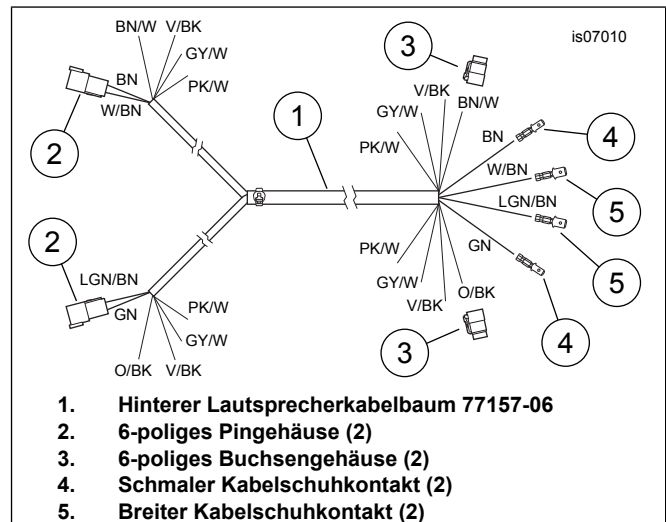
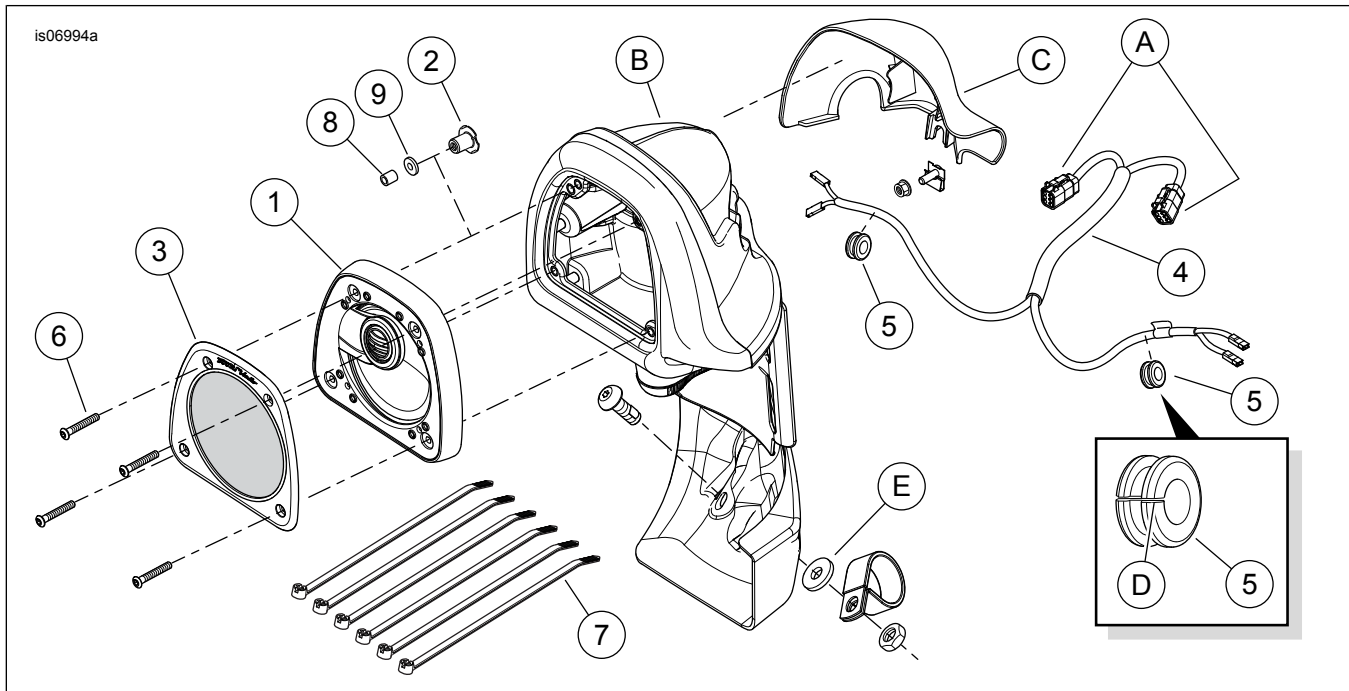

Abbildung 3. Kabelbaum, unterer Verkleidungslautsprecher zu heckmontiertem Verstärker
Abbildung 4. Ersatzteile, untere Boom! Audio Verkleidungslautsprecher
2. **Mit unteren Verkleidungen ausgestattete Modelle:** Siehe Abbildung 4. Die unteren Verkleidungen (B) gemäß den Anweisungen im Werkstatthandbuch ausbauen. Die Gummiunterlegscheibe (E) an der Verkleidungsunterseite entfernen.
6. An der Rückseite des Handschuhfachs vom Passflansch der unteren Verkleidungskappe (schattierte Fläche) horizontal 25 mm (1.0 in) (8) quer und vertikal 12 mm (0.5 in) (9) nach oben messen, und ein 9,5 mm (3/8 in) Loch (10) in die innere Seitenwand des Handschuhfachs bohren.
8. Siehe Abbildung 4. Den Kabelbaum für die untere Verkleidung (4) aus dem Satz bereit legen.
9. Die linke oder rechte untere Verkleidung bereit legen. Siehe Abbildung 4, Bildausschnitt. Eine der Tüllen (5) von der Außenkante zum Loch aufschlitzen (D) und die Tülle über den korrekten (linken oder rechten) Kabeln des Kabelbaumzweigs für die untere Verkleidung (4) ca. 100 mm (4.0 in) nach Anfang des Kabelkanals am Ende mit den zwei Buchsenkontakten anbringen.
2. **Zusammenfügen der Steckverbinder der unteren Verkleidungslautsprecher:** Siehe Abbildung 4. Die Kabelfarben in Hohlräumen 5 und 6 des 6-poligen Buchsengehäuses (A) am Kabelbaum für die untere Verkleidung (4) auf die Kabelfarben in den 6-poligen Pingehäusen [41A] und [42A] des Radiokabelbaums oder Nicht-Ultra-Überlagerungskabelbaums in Übereinstimmung bringen. Die Buchsengehäuse für den rechten und linken Lautsprecher an die korrekten Pingehäuse anschließen. **Radiokabelbaum OHNE vorderen Verstärker: Radiokabelbaum MIT vorderem Verstärker:** Die vier abgeschlossenen Kabel in den Verstärkerkabelbaum-Steckverbinder [149B] einsetzen. Auf die Anweisungen im Boom! Audio Verstärkersatz Bezug nehmen.
Siehe Abbildung 3. Es werden ein Kabelbaum für die hinteren Lautsprecher (Teil 1, Teile-Nr. 77157-06), zwei 4,8 mm (0.19 in) Kabelschuhkontakte (Teil 4, Teile-Nr. 72438-06), zwei 6,4 mm (0.25 in) Kabelschuhkontakte (Teil 5, Teile-Nr. 72446-06) und sechs Kabelbinder (Teile-Nr. 10006) benötigt.
8. Die Pingehäuse (Abbildung 3, Teil 2) des hinteren Lautsprecherkabelbaums mit den Buchsengehäusen (Abbildung 4, Teil A) des Kabelbaums für den unteren Verkleidungslautsprecher verbinden. Für die Kabelfarben auf „ANSCHLIESSEN DES KABELBAUMS FÜR UNTERE VERKLEIDUNG“ am Anfang dieser Einbauanleitung Bezug nehmen; danach mit Schritten 3 und 4 dieses Abschnitts fortfahren.